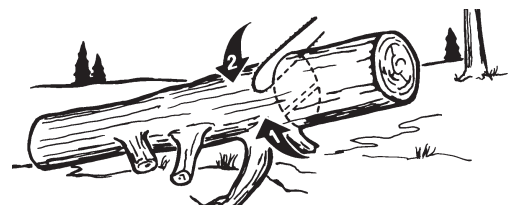

Fig. 18
2. Tronçonnage d'un tronc supporté à une extrémité: Effectuer d'abord une coupe par le dessous (sous-coupe) sur du diamètre, de manière à éviter l'éclatement du bois. Ensuite, effectuer une coupe par dessus (sur-coupe) pour joindre la première coupe et éviter tout coinçage (Fig. 18).